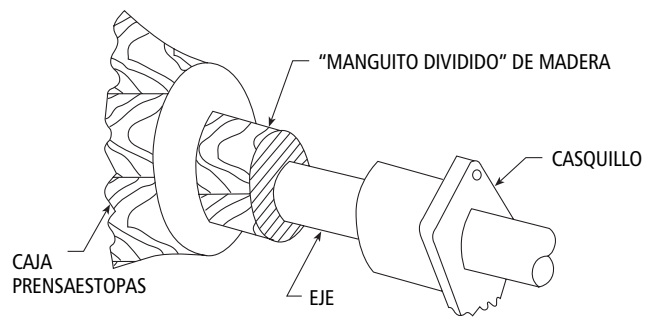

Figura 9
4. Para empaclar la caja prensaestopas, instale los anillos de empaque y el aro de linterna en la secuencia siguiente. Instale dos anillos de empaquetadura, luego el aro de linterna, y luego los tres anillos de empaquetadura restantes. Instale cada anillo por separado y asíntelo firmemente. Se recomienda el uso de un manguito dividido de madera para esta operación. Vea la figura 9. Use el casquillo para mover el manguito y el anillo dentro de la caja. Alterne las juntas en cada aro 90°. Asegúrese de que la toma embutida en la caja prensaestopas se alinea con el centro del aro de linterna. Los anillos extra son de repuesto.